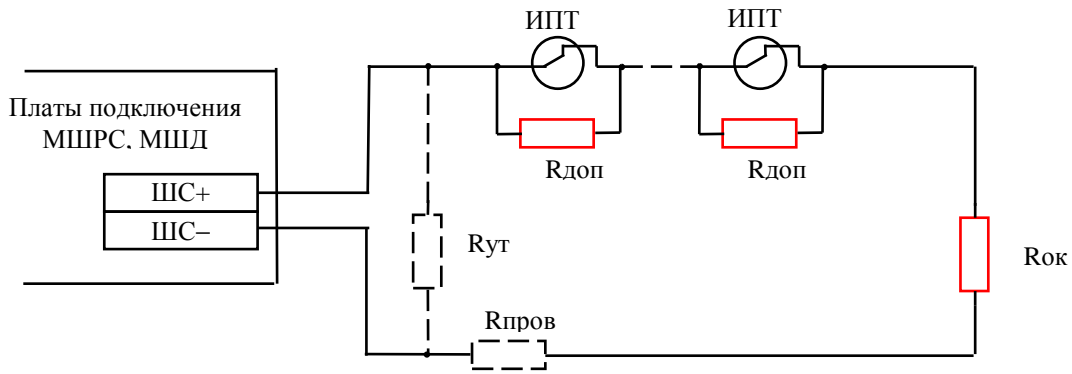

Рисунок 10.7 Пример подключения теплового извещателя в ШС
**Пример подключения пожарного теплового извещателя** в ШС представлен на рис.10.7.